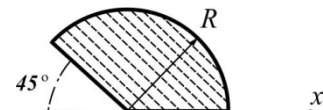

Рис.3.32
**3.32. Определить момент инерции плоской фигуры относительно оси  $x$  (рис.3.32).**